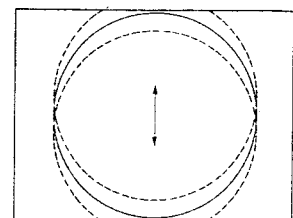

Bild 2
- d) Stellen Sie die vertikale Position so ein, daß Sie eine Bildzentrierung erhalten (Bild 2).